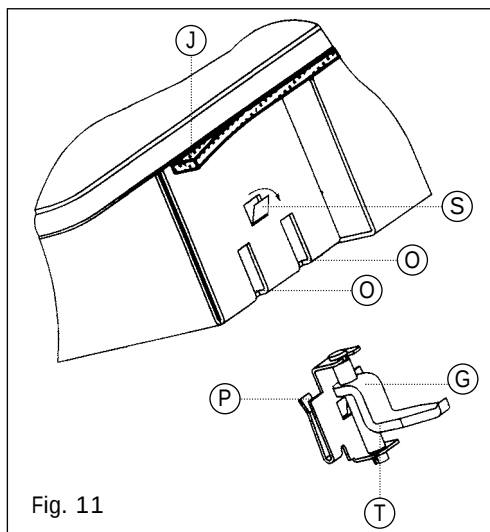

Fig. 11
A seguir, apertar os parafusos (T) dos quatro grampos com uma chave de fendas. Deste modo, o fogão ficará perfeitamente fixo. (Ver fig. 11)